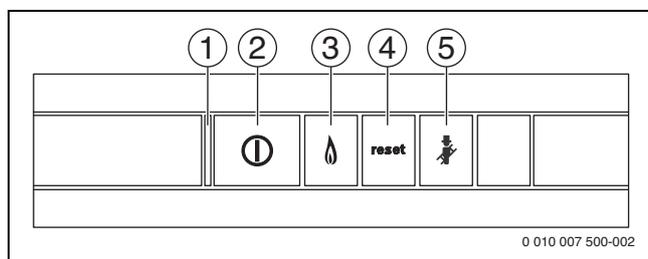

Bild 190 Bedientasten
- ▶ Gerät am Ein/Aus-Schalter (→ Bild 190) einschalten.